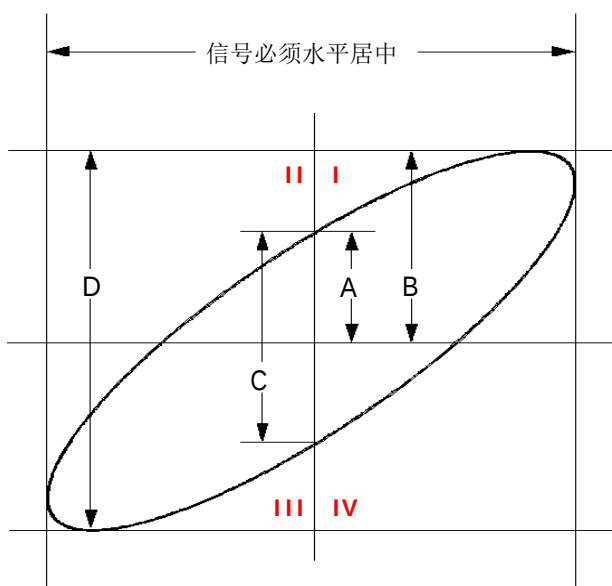

图 3-2 相位差的测量原理图
4. 观察上图的测量结果，并根据相位差测量原理图（图 3-2）可得 $A/B(C/D) = 1$ ，即两个通道输入信号的相差角为 $\theta = \pm \arcsin 1 = 90^\circ$ 。